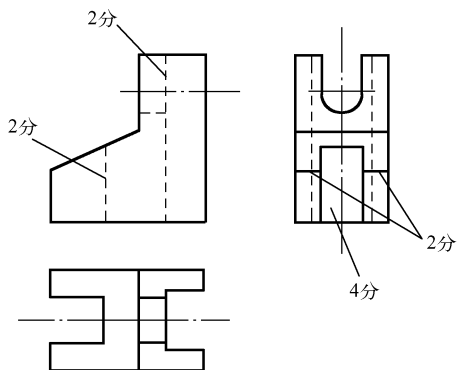

图 1
- (1) 图 1 共 10 分，图 2 共 8 分；
- (2) 分值分布如图所示。